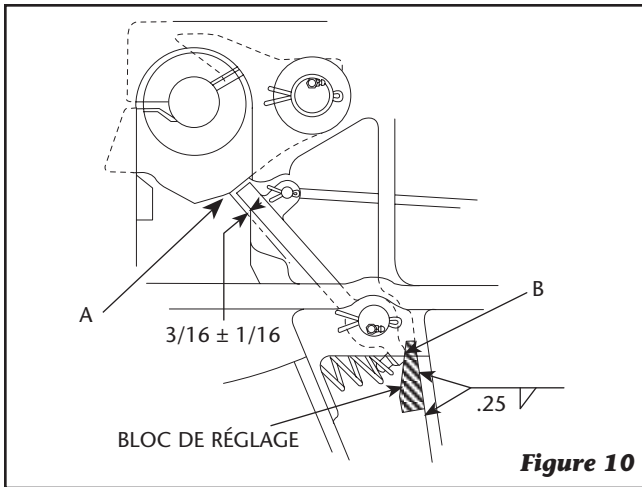

Figure 10
9. Enduisez le trou de la goupille de verrouillage dans la serrure pivotante (6) avec Never-Seez® (fourni avec le kit). **C'est VITAL. N'UTILISEZ PAS** de lubrifiant de remplacement.
10. **Avant d'installer le verrou pivotant (6),** vous devez placer le verrou secondaire (10) à son emplacement approximatif dans le moulage (voir Figure 10).
- A. Enduisez le trou de la goupille de verrouillage dans la serrure secondaire (10) avec Never-Seez (fourni avec le kit). NE PAS utiliser de lubrifiant de substitution.
- B. Installez la poignée de déverrouillage secondaire (9) dans le moulage. Installez le verrou secondaire (10) sur la poignée. Installez la goupille fendue 1/8" x 1" (8) dans la poignée et écartez la goupille fendue. Enfoncez la goupille de verrouillage secondaire (3) dans les trous du moulage et du verrouillage secondaire et fixez-la avec la goupille fendue 1/4" x 2" (2). Installez le graisseur (25) dans la goupille de verrouillage de manière à ce que le raccord soit orienté vers le côté et soit accessible depuis le côté gauche du tracteur.
- C. Déplacez la poignée de verrouillage secondaire en position fermée. Vérifier l'emplacement de l'extrémité de la serrure secondaire par rapport à la serrure battante. Il doit être à 3/16" (0,188") ± 1/16" (0,06) du point (A) sur le verrou pivotant (voir Figure 10) lorsque le verrou secondaire repose contre le moulage au point (B).
- D. Si le verrou secondaire n'est pas dans la position actuelle, installez un réglage du verrou secondaire bloc de réglage (36), comme illustré sur la Figure 10. Déplacez le bloc de réglage jusqu'à ce qu'un réglage correct soit obtenu atteint, puis soudez le bloc de réglage en position, comme indiqué sur la Figure 10. Après le soudage, vérifiez la dimension et le bon fonctionnement de la serrure secondaire.